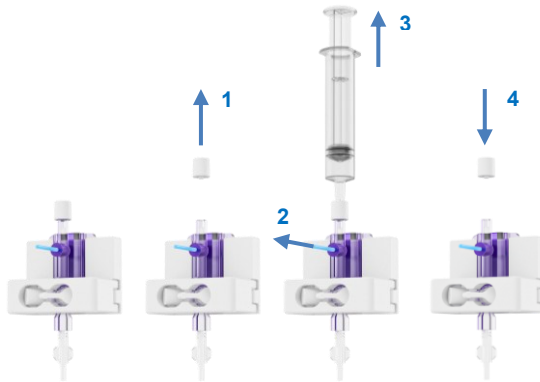

Abbildung 23 Entlüften des Drucksensors
- Nehmen Sie die Kappe oben am Drucksensor ab und setzen Sie eine sterile Spritze auf den Anschluss (Abbildung 23; Schritt 1).
- Zum Befüllen der Druckleitung und Entfernen der Luft ziehen Sie an der blauen Vorrichtung (Abbildung 23; Schritt 2), während Sie mit der Spritze aspirieren (Schritt 3). Stoppen Sie den Vorgang, sobald die Luft entfernt wurde.
- Setzen Sie die Kappe wieder auf den Drucksensor auf (Abbildung 23; Schritt 4).